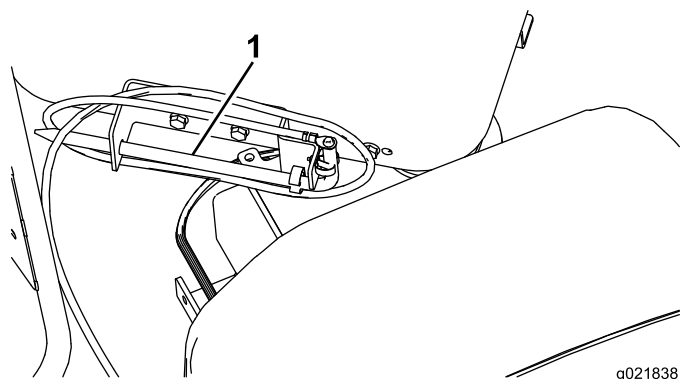

Figura 66
8. Guarde la pica de tierra en el soporte de la plataforma del operador, según se muestra en Figura 66.